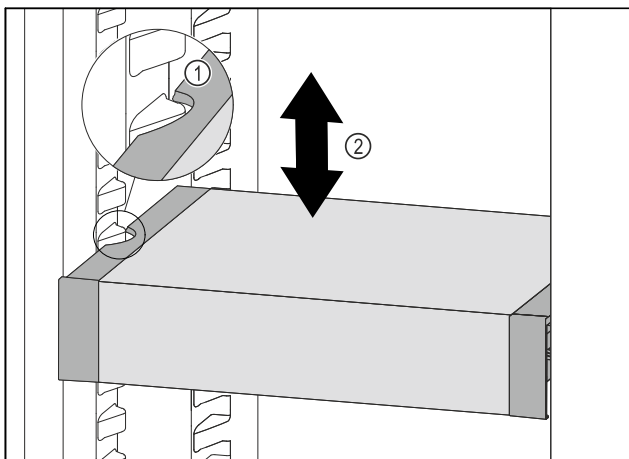

Fig. 165
- ▶ Тяните VarioSafe вперед, пока боковые выемки VarioSafe не окажутся на высоте выступа резервуара в холодильном отделении. Fig. 165 (1)
- ▶ Двигайте VarioSafe в холодильном отделении вверх или вниз, пока не будет достигнута требуемая высота. Fig. 165 (2)